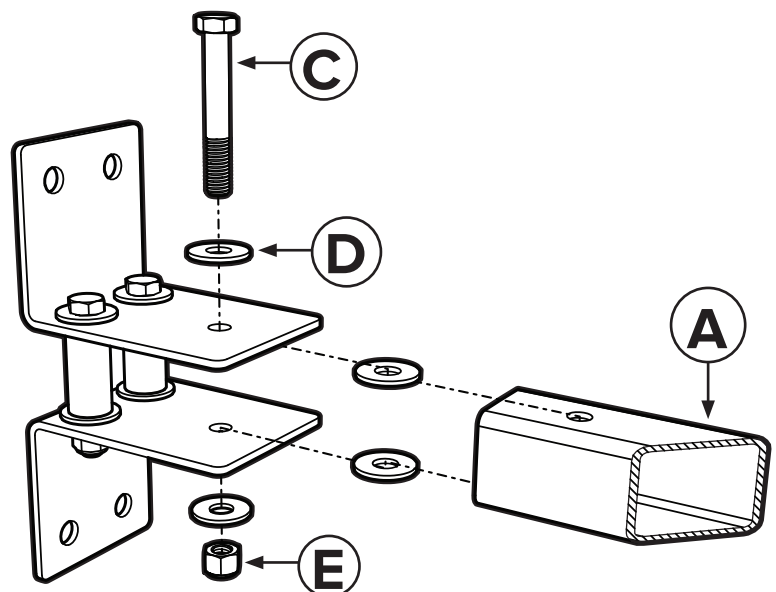

Fig. 2
Asegure el brazo giratorio (A) con los tornillos (C), arandelas (D) y tuercas (E). Ajuste los tornillos (C) con un par de **30 ft·lb (40.7 N·m)**. Ver Fig. 2.